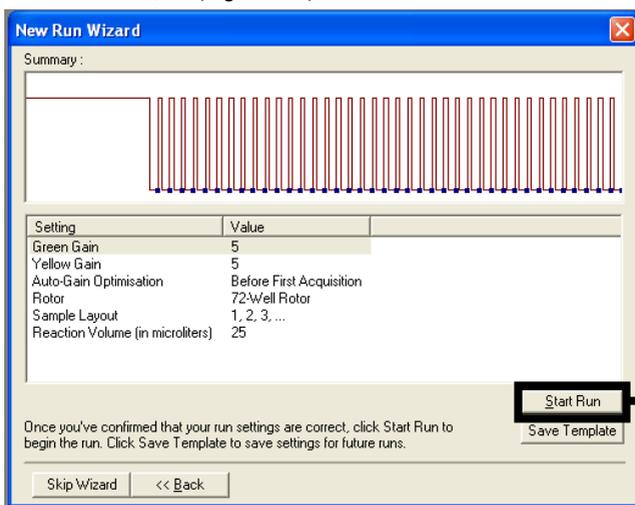

Figura 36. A caixa de diálogo "New Run Wizard" (Assistente de nova execução). 1 = "Start Run" (Iniciar execução).
5. Analise o resumo e clique em Start Run (Iniciar execução) para guardar o ficheiro de execução e iniciar a execução (Figura 36).